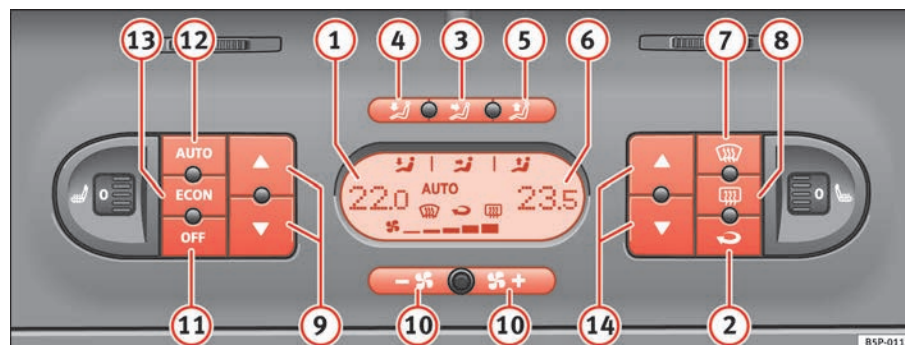

Fig. 132 Mandos del 2C-Climatronic en el tablero de instrumentos
- Pulse las teclas de regulación de temperatura ⇒ página 165, fig. 132 ⑨ ó ⑭ para ajustar la temperatura del lado izquierdo y derecho respectivamente.
- Pulse la tecla  ⇒ **página 165, fig. 132.** Aparece “AUTO” en el display.